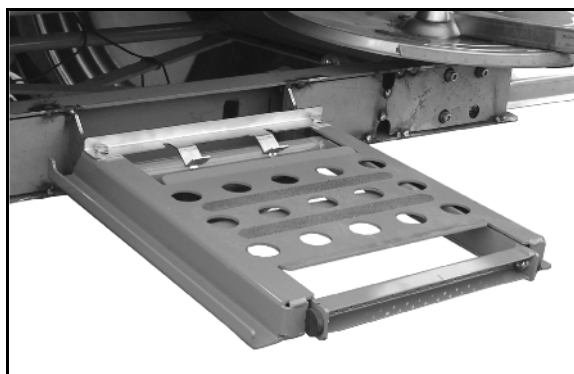

Bild 41
- När stegen inte används svänger du upp den (Bild 41) och skjuter den framåt med trapplanet.